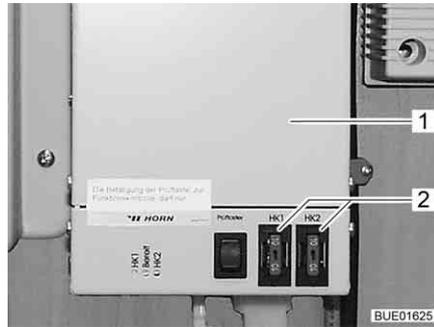

Fig. 149 Regulador de la calefacción para las tuberías de aguas residuales
Los fusibles se encuentran sobre el regulador (Fig. 149,1).
- Cambiar el fusible (Fig. 149,2).